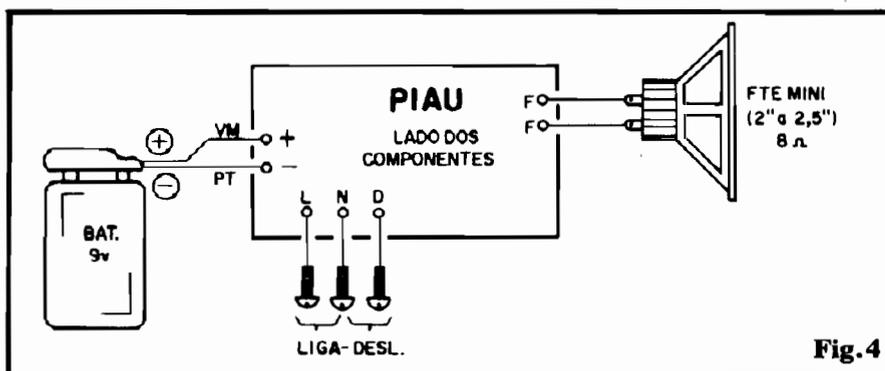

Fig. 4
- FIG. 4 - CONEXÕES EXTERNAS À PLACAS - O diagrama mostra ainda a placa pelo lado